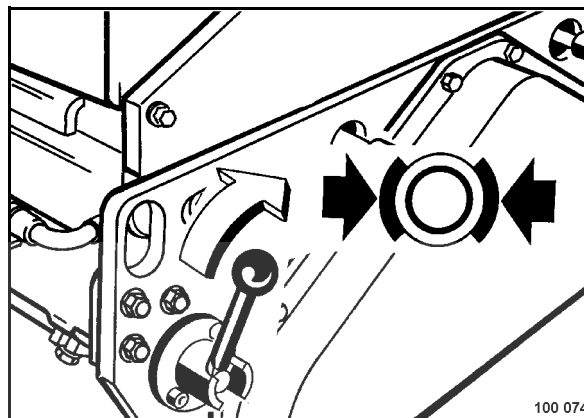

fig. 44
- Retirer le levier de commande (fig. 44) et l'enclencher vers la droite sur le symbole "Frein de parking serré".